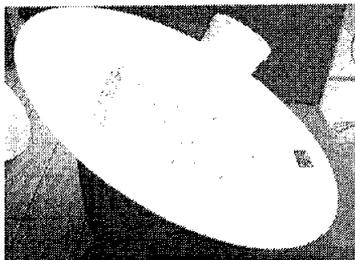

FIG. 3
1. Conecte el alimentador al plato de la antena, usando los 3 tornillos allen con rondana plana y de presión. Apriete los tornillos con la llave allen milimétrica del num. 4, (fig. 3).